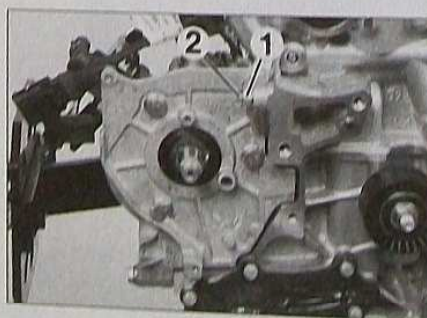

FIG. 41
- le goujon (2) et l'écrou (1) de support de pompe (Fig. 41).
- les fixations (1) et (2) (Fig.41) du support de pompe haute pression.